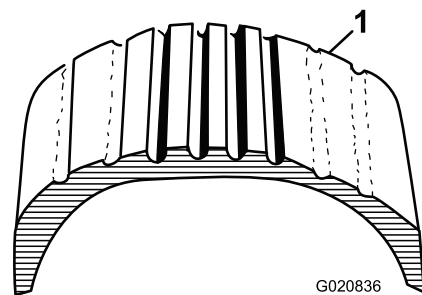
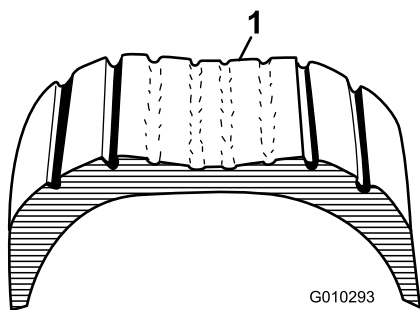

Figura 13
Figura 14
1. Inspeccione visualmente los neumáticos en busca de daños y desgaste (Figura 13 y Figura 14).